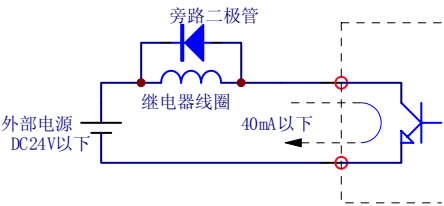

图 3.27 旁路二极管的连接
*1 驱动继电器线圈等感性负载时，请务必如图 3.27 所示接入旁路二极管。